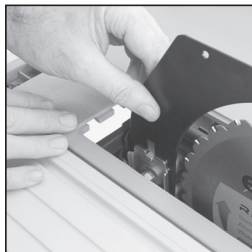

Fig. 3
- Pousser le couteau diviseur (il est fendu pour des raisons pratiques) entre la plaque de fixation et le bloc de montage. (**fig. 3**) Assurer que les nipples dépassant du bloc de montage pénètrent dans la fente du couteau diviseur.